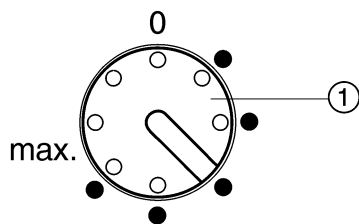

Fig. 2
- ▶ Tourner le thermostat *Fig. 2 (1)* vers la droite à l'aide d'une pièce de monnaie.